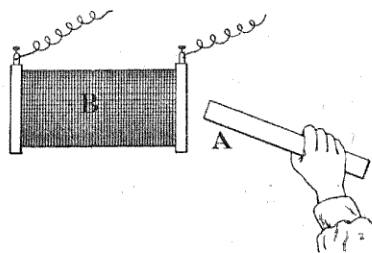

Fig. 120. — On provoque dans une bobine de fil B un courant *secondaire* en éloignant ou en rapprochant un barreau aimanté A.
une bobine *voisine* un courant électrique. Vous apercevez d'ici tout le parti que l'on peut tirer d'une semblable propriété. Comment ! jusqu'ici, pour obtenir du courant secondaire, il nous fallait une petite usine ! Il nous fallait des piles, des accumulateurs, des fils de canalisation, et maintenant, si j'approche (fig. 120), d'une bobine de fil un simple barreau de fer aimanté, je vais pouvoir supprimer tous ces objets encombrants
- 1° Faire une machine dans laquelle la bobine induite est fixe et l'aimant mobile, comme dans la figure 120. Cette solution n'est pas employée en automobilisme ;